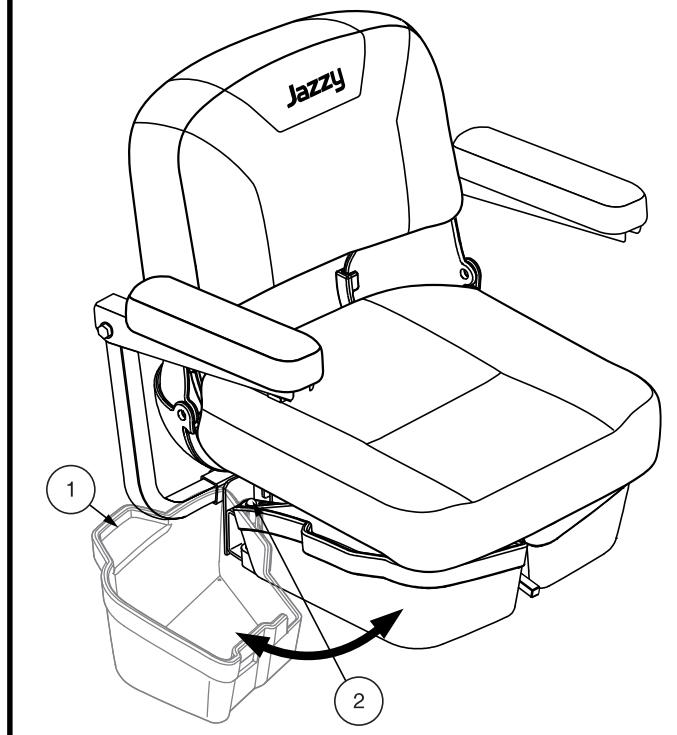

Figura 28. Vano portaoggetti sotto il sedile
1. Sollevare leggermente il punto di presa sul lato del cestello portaoggetti (**vedere figura 28**) e far scivolare il cestello fuori dalla miniscooter.
1. Sollevare leggermente il punto di presa posto sul lato del cestello portaoggetti (**vedere figura 28**) e far scivolare completamente il cestello fuori dalla miniscooter.
2. Se è dotato, rimuovere lo portaoggetti sotto il sedile. Vedere la figura 28.
7. Se è dotato, togliere lo portaoggetti sotto il sedile. Vedere figura 28.